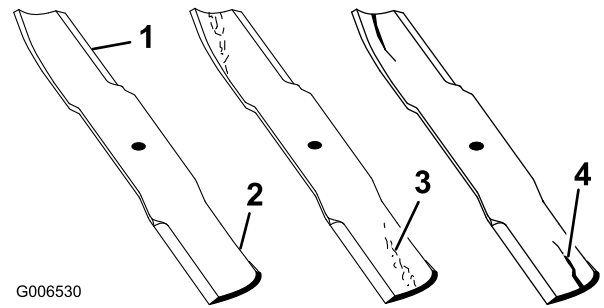

Figure 42
1. Examinez le tranchant des lames (Figure 42). Si elles ne sont pas tranchantes ou si présentent des indentations, déposez et affûtez les lames ; voir Affûtage des lames.
2. Inspectez les lames, surtout la partie relevée (Figure 42). Remplacez immédiatement toute lame endommagée, usée ou qui présente une entaille (repère 3 de la Figure 42).